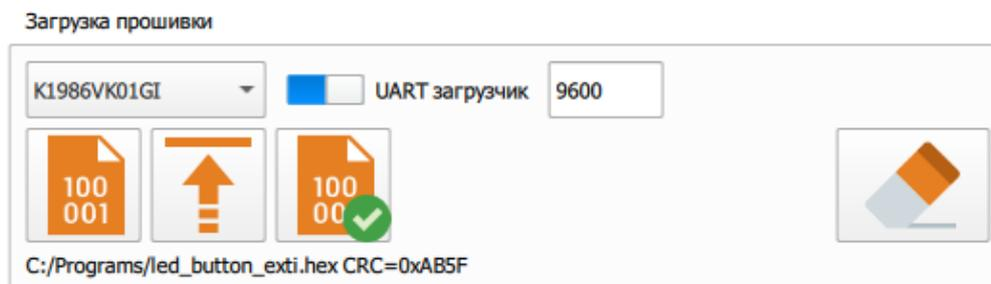

Рисунок 4 – Настройка UART-загрузчика
- ❖ Если загрузчик поддерживает возможность работы через UART, то можно задействовать данный режим, переключив ползунок. После этого можно задать требуемую скорость соединения (см. Рисунок 4):